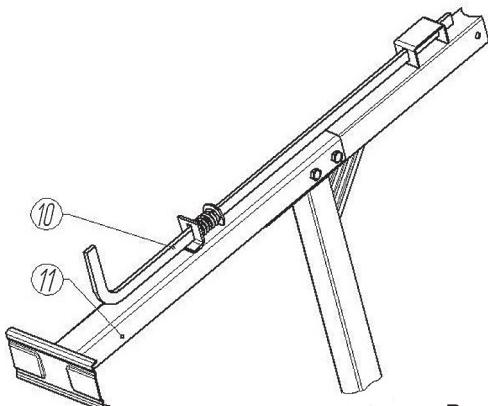

Рис. 5
6.3. Установка педали фиксации наклона барабана (рис. 5)